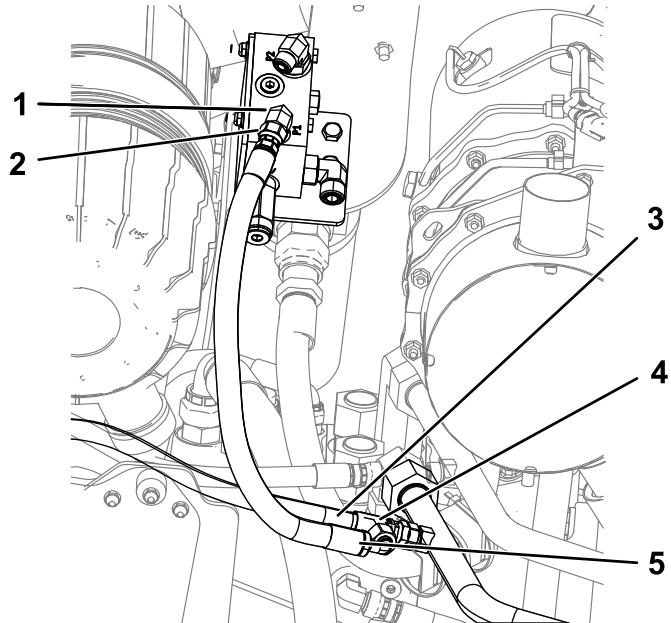

Figure 10
4. Serrez les raccords (Figure 10) :